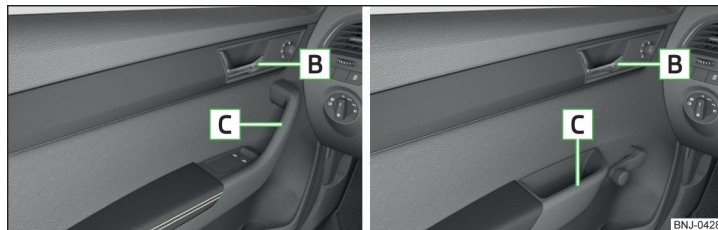

Fig. 48 Palanca de apertura de puerta - Variante 1 / Variante 2
- Para **abrir desde adentro** tirar en la palanca de apertura de la puerta **B** » fig. 48 y presionar la puerta hacia afuera.